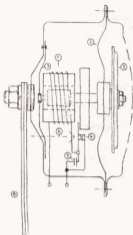

Bild 277
Bild 277 zeigt den inneren Aufbau eines Signalhorns. Man sieht, dass die Schwingungen der Membran des Signalhorns durch einen Satz sich selbst steuernder Unterbrecherkontakte erzeugt werden, deren Öffnungsfunken wie bei der Zündanlage durch einen Kondensator «gelöscht» werden.
- Oft genügt es, eine Änderung der Einstellung an der Stellschraube (+6- in Bild 277) vorzunehmen, um dem Horn zu neuem Leben zu verhelfen.